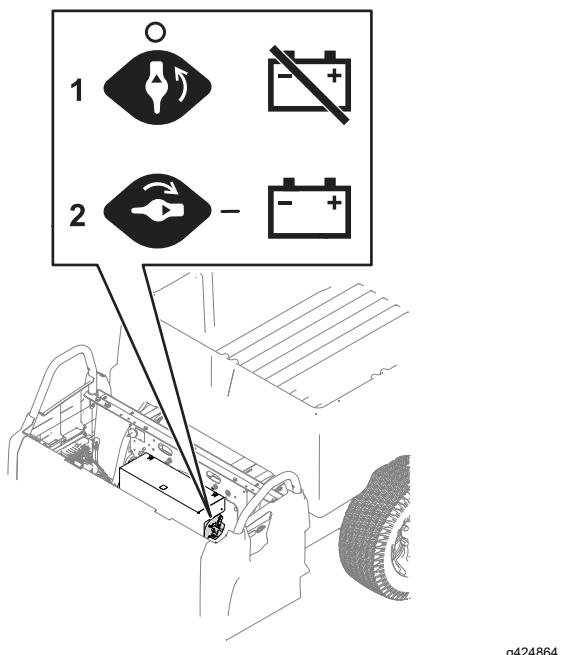

Figura 44
- Mueva el interruptor de desconexión de las baterías a la posición deseada, como se muestra en la Figura 44.